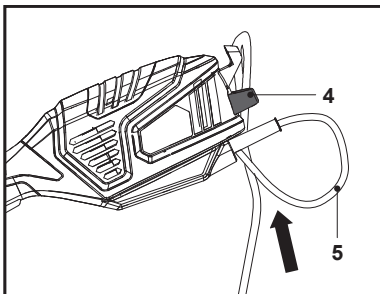

Fig. 10
1. Îndoiaie înapoi cablul de alimentare (5) la circa 60 cm de capăt și introdu bucla în orificiul din apărătoarea spate (4). Trece-l (5) peste suportul de cablu (4) și trage ușor de el pentru a te asigura că este bine fixat (Fig. 10, 11).